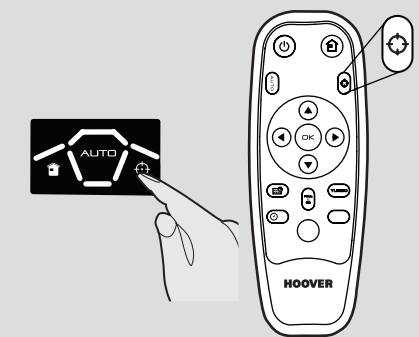

Рис. 9
**Режим точечной уборки (SPOT) можно включить: [Рис. 9]**